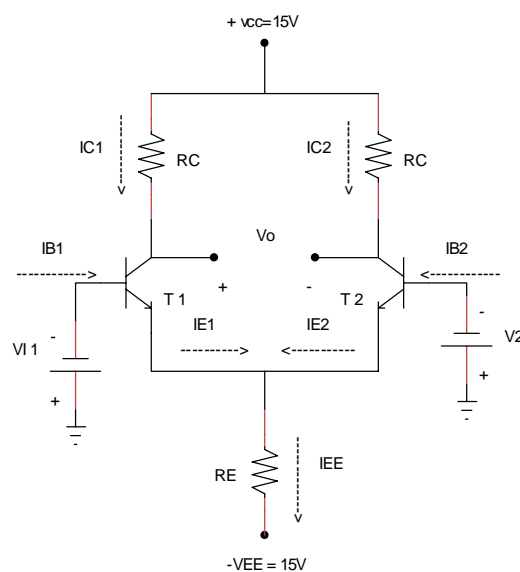

Figura. 2
- a) Construya el circuito mostrado en la figura 2, utilizando 2 transistores con una beta similar, considere valores de $R_{C1} = R_{C2} = R_E = 12\text{ k}\Omega$